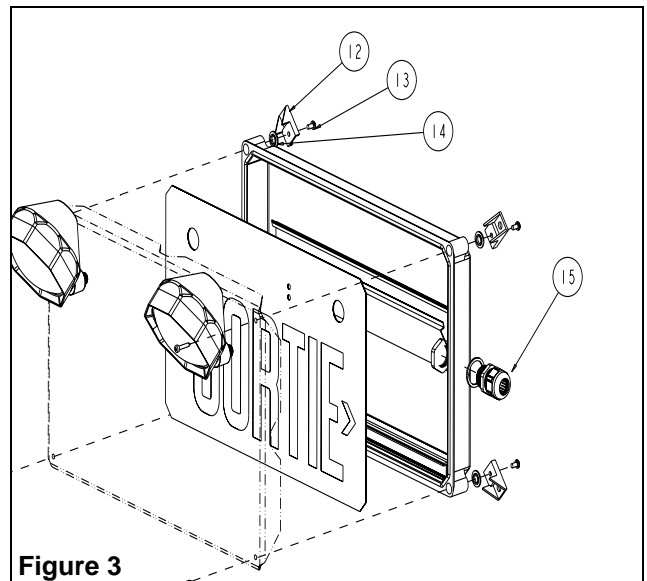

Figure 3
- Pour les unités double-face, enlever une unité et suivre les instructions pour la configuration de support désirée. Réinstaller l'unité secondaire. Installer les raccords étanches sur le côté de chaque unités. Pour ce faire, percer un trou de diamètre de 3/4" et installer les raccords tel qu'illustré à la figure 3. S'assurer que les raccords n'interfèrent pas avec la lentille. Utiliser le câble fourni pour relier le courant alternatif à la deuxième unité.
- Installer les quatre supports de montage au boîtier (voir fig.3). Utiliser les rondelles en plastique entre le cadre et le support et serrer le tout à l'aide de vis 10-32 x 3/8".